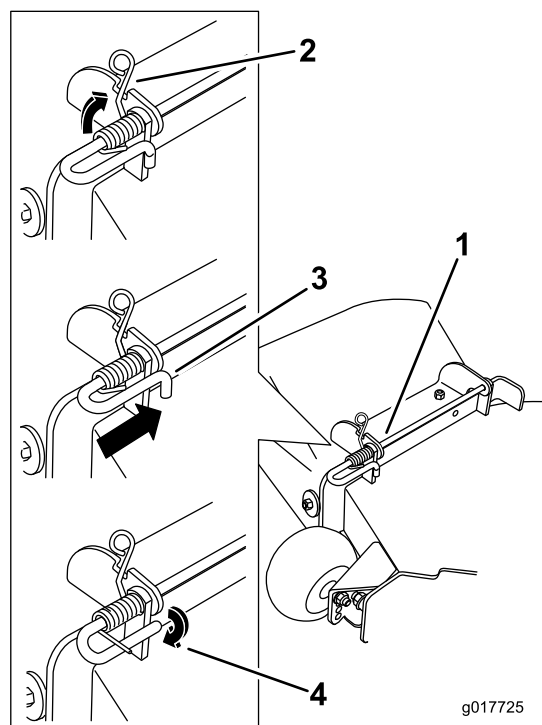

Figure 72
4. Soulevez le côté avec la boucle du ressort et placez-le dans le cran du support de déflecteur (Figure 72).
5. Fixez l'ensemble tige et ressort en le tournant de sorte à pouvoir placer l'extrémité courte de la tige derrière le support avant soudé au tablier de coupe (Figure 72).